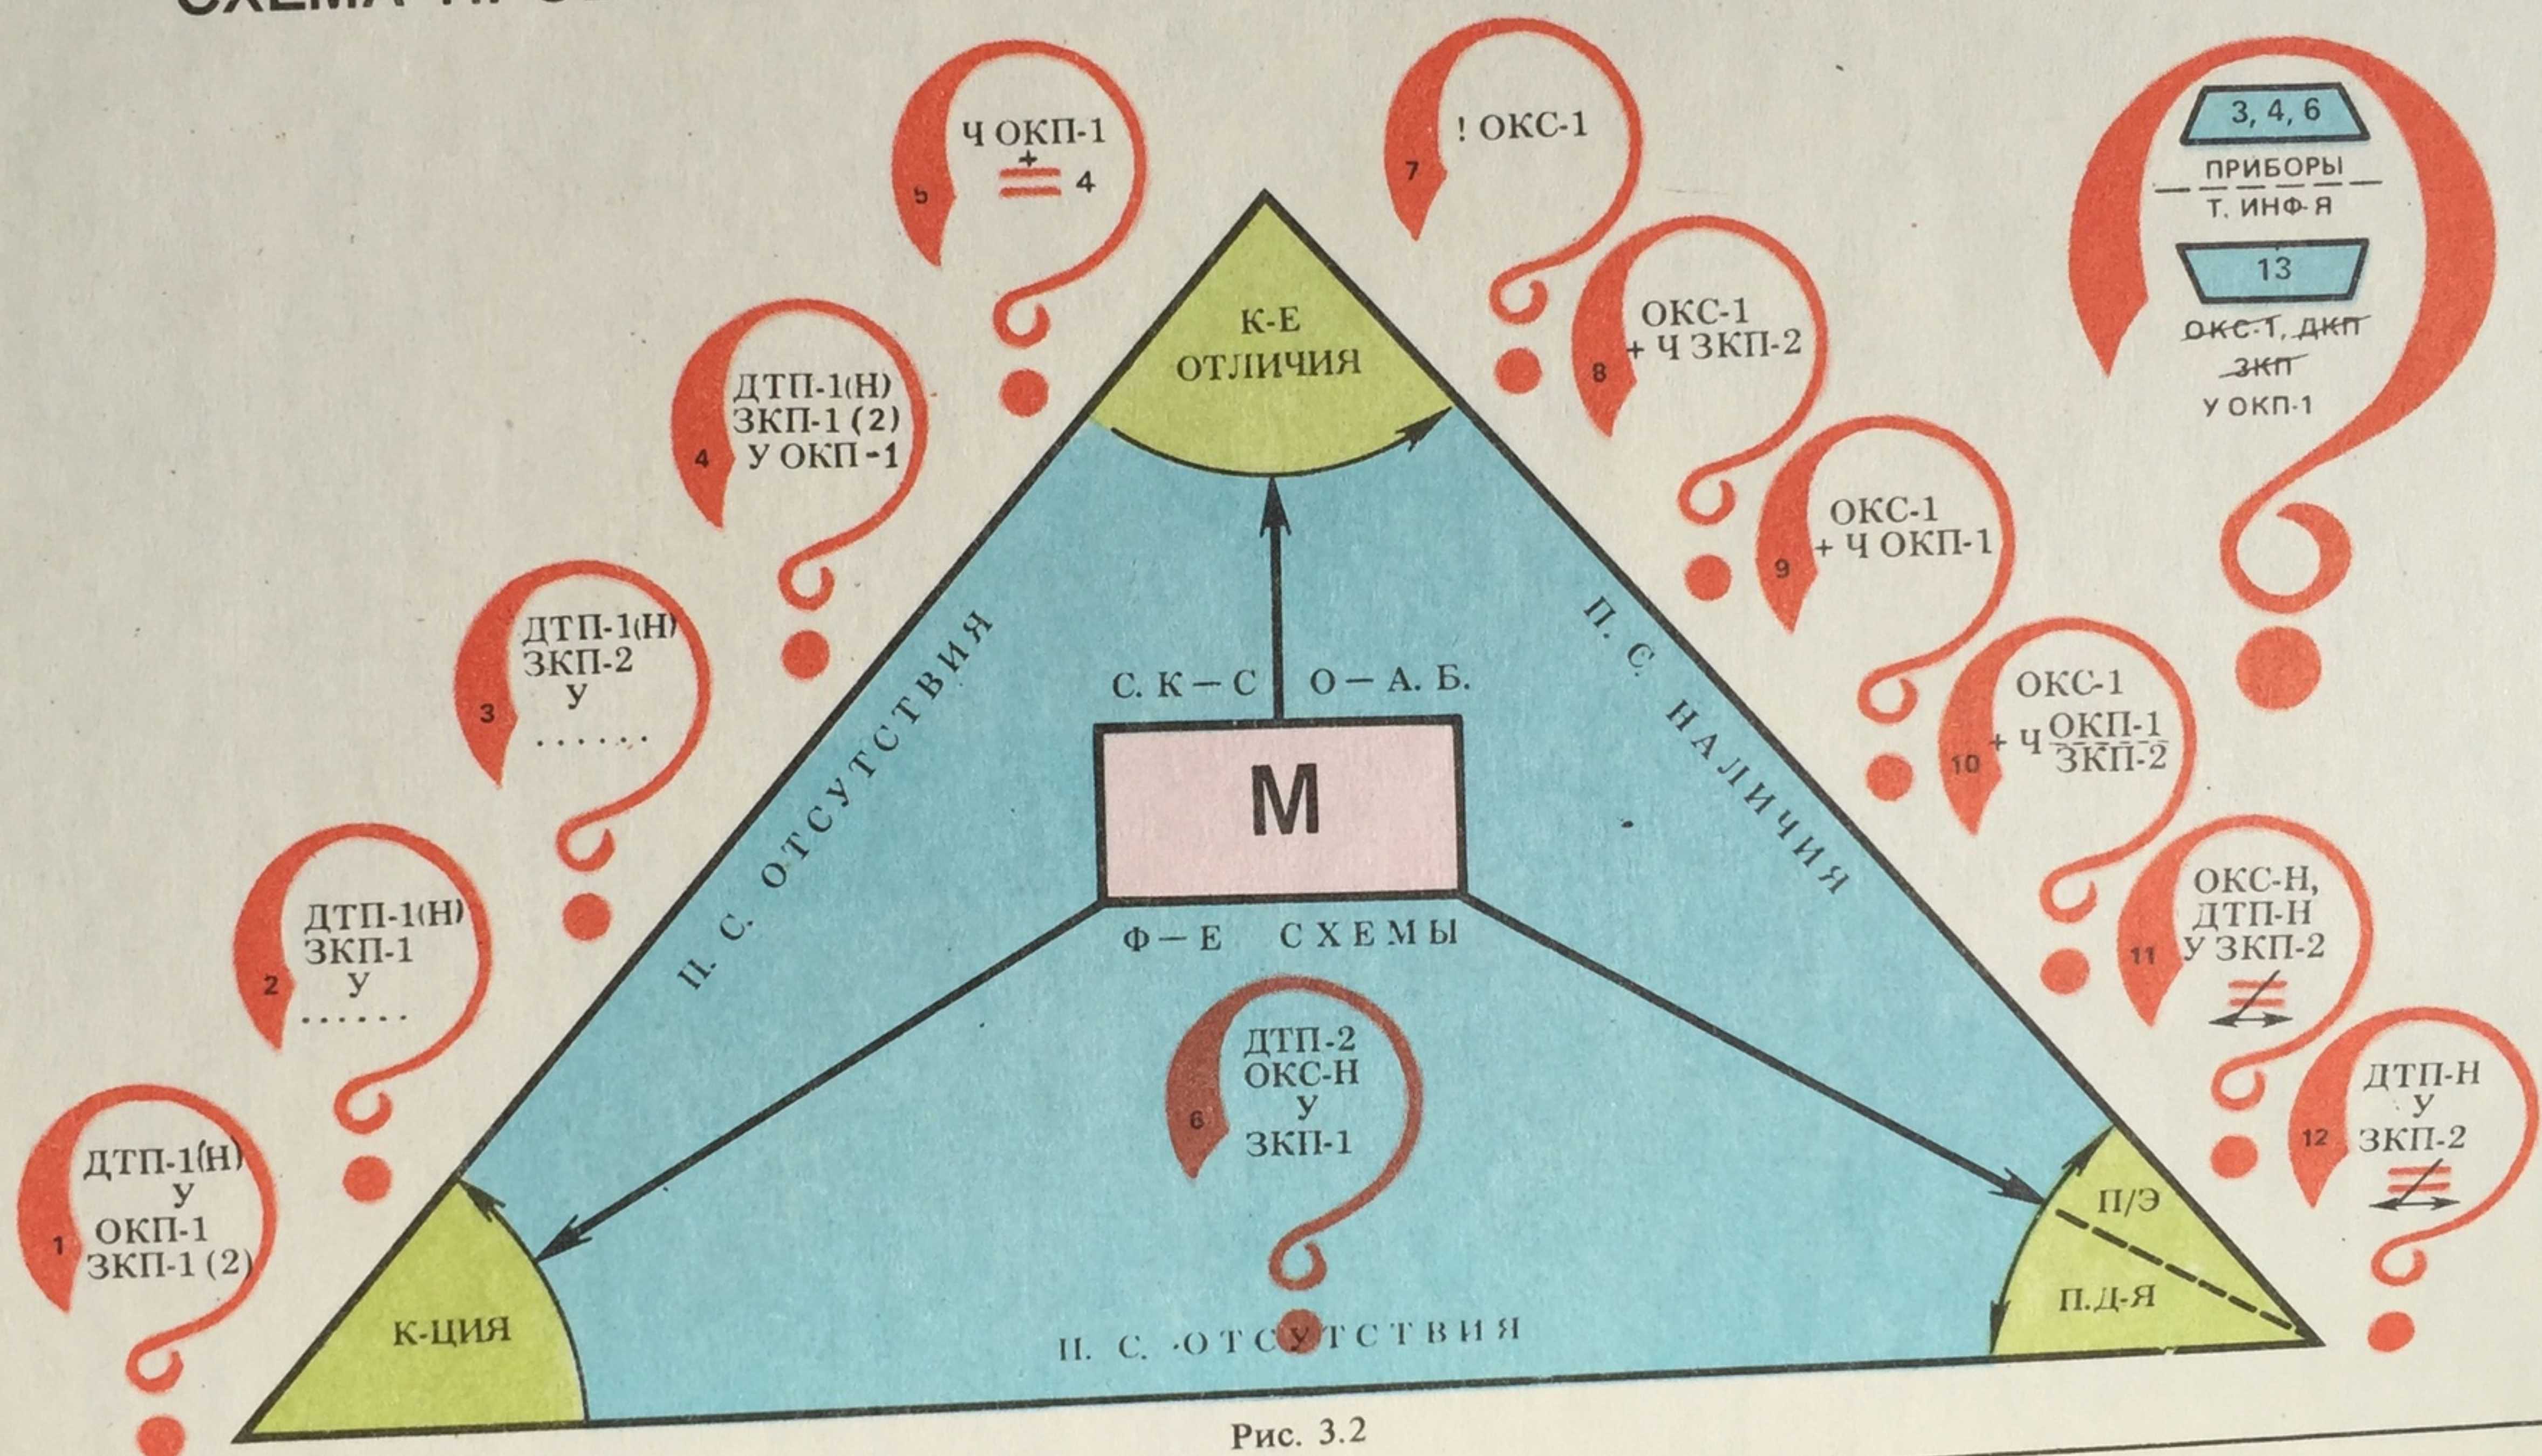

Рис. 3.2
1. Субъект рабочей машины — технологической, транспортной или торгового автомата — характеризуется наличием двенадцати видов проблемных ситуаций (см. рис. 3.2 на с. 184).